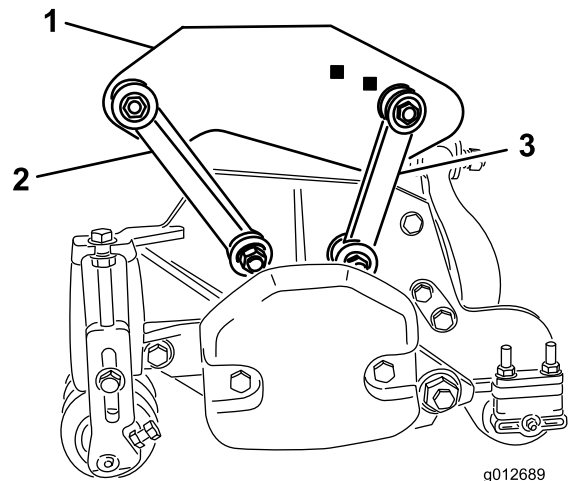

Bild 19
( $\frac{3}{8}$ " x  $2\frac{1}{4}$ "), zwei Flachscheiben und einer Sicherungsmutter in den Löchern im Trägerrahmen, wie in Bild 19 abgebildet. Bringen Sie an jeder Seite der Verbindung bei der Montage eine Scheibe an. Ziehen Sie die Befestigungen bis auf ein Drehmoment von 42 N·m an.
- Befestigen Sie die hinteren Befestigungslenker mit einer Schraube ( $\frac{3}{8}$ " x  $2\frac{1}{4}$ "), zwei Flachscheiben und einer Sicherungsmutter in den Löchern im hinteren Trägerrahmen, wie in Bild 19 abgebildet. Bringen Sie an jeder Seite der Verbindung bei der Montage eine Scheibe an. Ziehen Sie die Befestigungen bis auf ein Drehmoment von 42 N·m an.